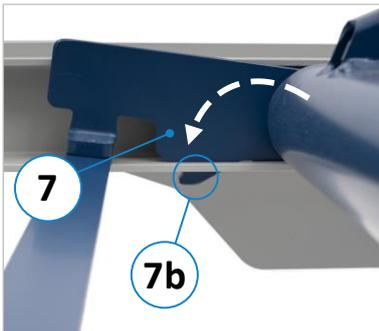

Abbildung 9: Sicherungs-Sperrklinke
Zur Sicherung den Hubtisch so weit nach oben fahren, dass die Sperrklinken (7) umgeklappt werden können. Sperrklinken (7) nun manuell um 180° umklappen, so dass sie in die Rastpunkte (7b) einrasten (⇒ Abbildung 9).
Den Hubtisch so weit nach oben positionieren, dass die Sperrklinken (7) umgeklappt werden können. Dann die beiden miteinander verbundenen Sperrklinken zur Sicherung umklappen (⇒ Abbildung 9) und den Hubtisch so weit absenken, dass die Sperrklinken wirken. Der Hydraulikzylinder ist nun entlastet und zum Ausbau zugänglich.